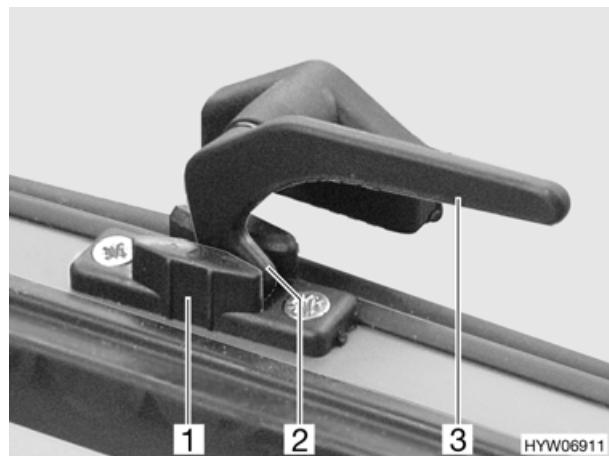

Bild 32 Ausstellfenster, Fenstergriff in Stellung "Dauerbelüftung"
- Dauerbelüftung (Bild 32)
- Fenstergriff (Bild 32,3) am Ausstellfenster öffnen.
- Fenstergriff wieder zurückdrehen. Die Verriegelungsnase (Bild 32,2) dabei in die Ausparung der Fensterverriegelung (Bild 32,1) einfahren.